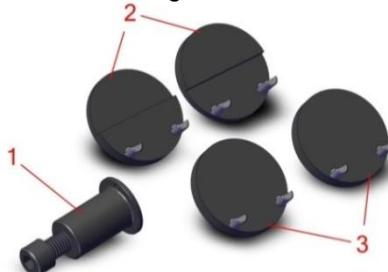

Figura 5.1.1
1. La Máquina Universal de Ensayos Electrónica, Modelo 42104, incluye los adjuntos requeridos para medir fuerzas de compresión y corte en arena de moldeo. Los accesorios requeridos para realizar ambas pruebas se muestran en Figura 5.1.1.
4. Usando el tornillo en el Soporte de Mordaza Ajustable (Figura 5.1.1, Ítem 1), cuidadosamente gire en el sentido de las agujas del reloj o en el sentido contrario a las agujas del reloj para mover la mordaza de compresión localizada sobre el Brazo Movable Portamordaza. Ajuste el tornillo para quitar cualquier espacio entre las superficies de la probeta de arena y las superficies de ambas Mordazas de Compresión.